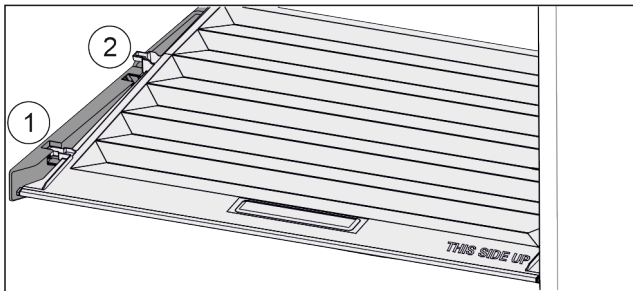

Fig. 114
- ▶ Потянуть крышку до отверстия в поддерживающих деталях вперед Fig. 114 (1).
- ▶ Поднять сзади снизу и извлечь Fig. 114 (2) движением вверх.